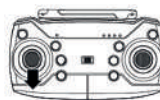

рис. 4
2. Переместите ручку газа пульта управления в крайнее нижнее положение (рис.4).